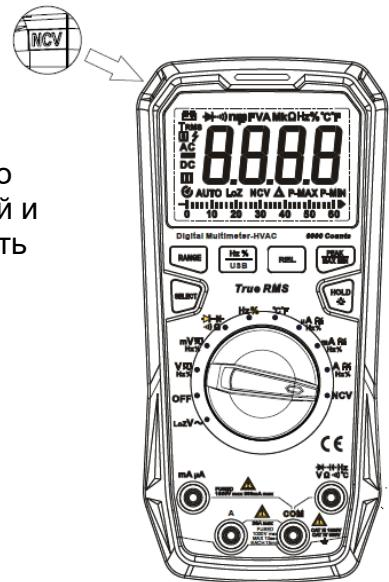

Рисунок 16
13. Бесконтактный датчик напряжения (см. Рисунок 16)